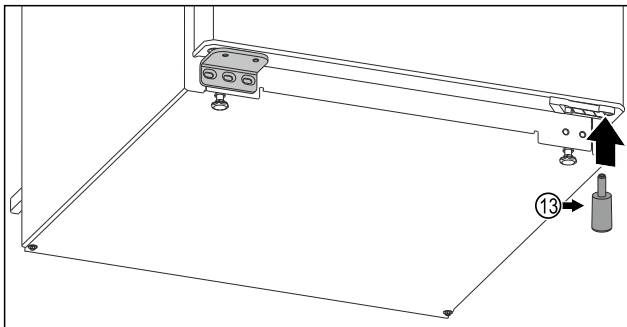

Fig. 18 Bei Geräten ohne 4-Sterne-Gefrierfach*
- ▶ Das Distanzteil Fig. 18 (13) wieder rechts unten in die Tür einsetzen, weil es wichtig für die Standfestigkeit des Geräts ist.*